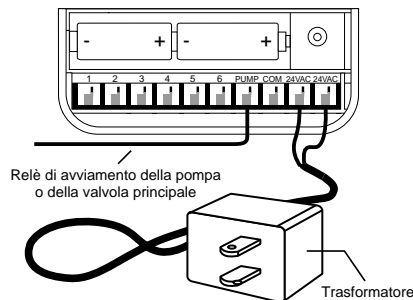

FIGURA 2: Collegamento del relè di avviamento della pompa o valvola principale e del trasformatore
- Collegare il trasformatore [vedere Figura 2].